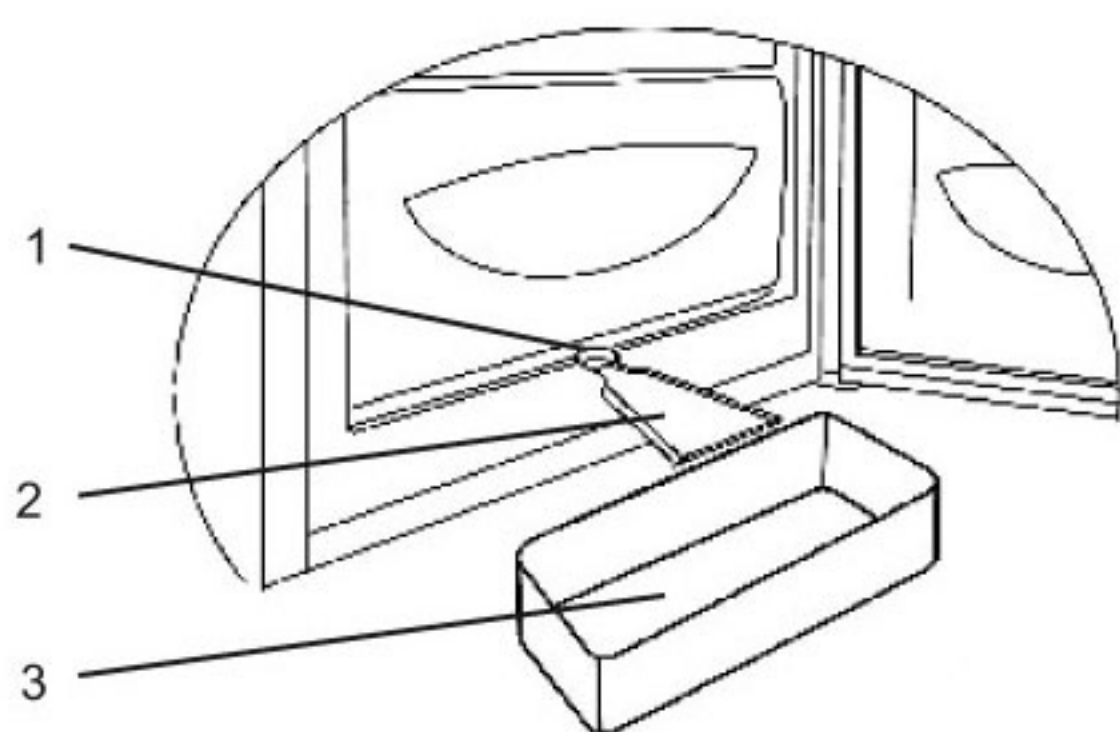

Рисунок 5 - Схема сбора талой воды из холодильника с нижней МК.
- возьмите лопатку 2 и установите ее в паз 1 на нижней стенке МК (рисунок 5) (для холодильников, где этот паз имеется). В холодильниках без паза в МК воду необходимо удалять с помощью губки;
- подставьте под лопатку любой сосуд 3 (рисунок 5) емкостью 2 л., не менее;
По окончании оттаивания воду из сосуда 3 (рисунок 5) слейте и выньте лопатку из паза камеры.